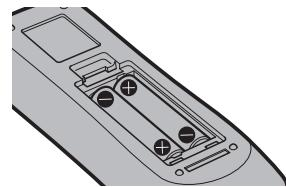

図2
- 2) 電池を入れ、ふたを閉じる(●側から先に入れます)(図2)